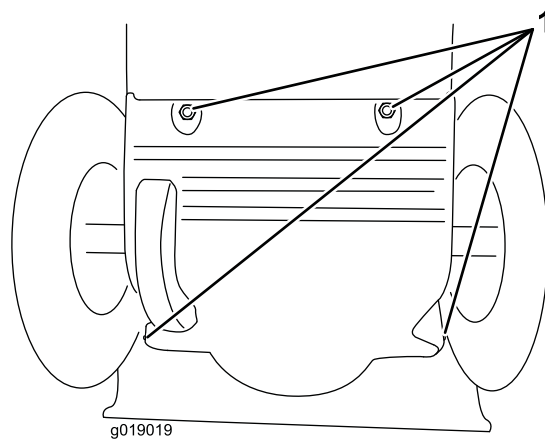

Bild 34
3. Entfernen Sie die hintere Abdeckung (**Bild 34**).